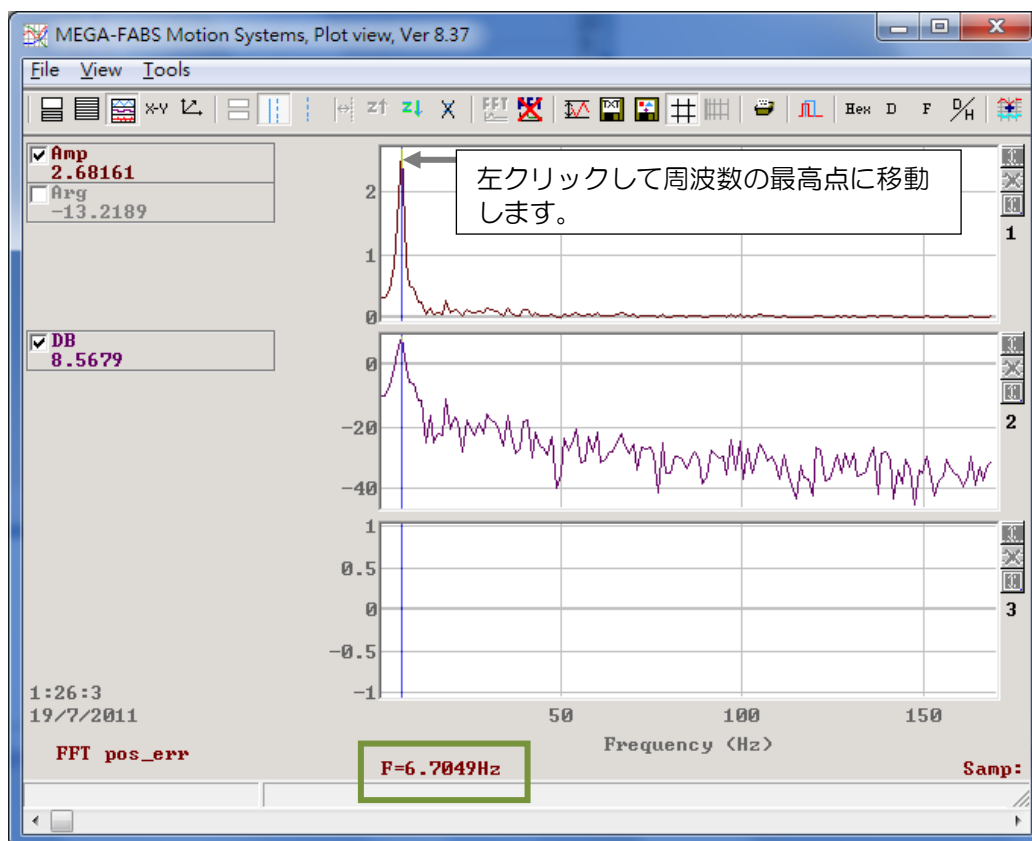

図 10.6.4.4
- Step 8: 制振周波数(Pt14A)に低周波振動の周波数(図10.6.4.4では周波数は6.7Hz)を設定します。制振補正 (Pt14B) を設定します。値が大きいほど効果が大きくなります。ユーザーは、最初にテスト用にデフォルト値を使用できます。